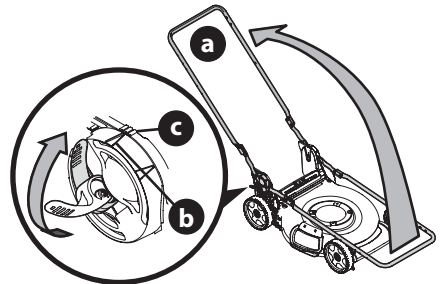

Figure 13
5. Assurez-vous que la tondeuse est stable, puis relevez la partie supérieure (a) (Figure 13). Veillez à ne pas pincer le câble de commande de la lame ou le câble d'entraînement lorsque vous relevez le guidon.
6. Lorsque vous relevez la partie supérieure du guidon, assurez-vous que l'indicateur (b) est aligné avec une des trois positions (c) (Figure 13).
7. Relevez les deux loquets pour les verrouiller (Figure 13).